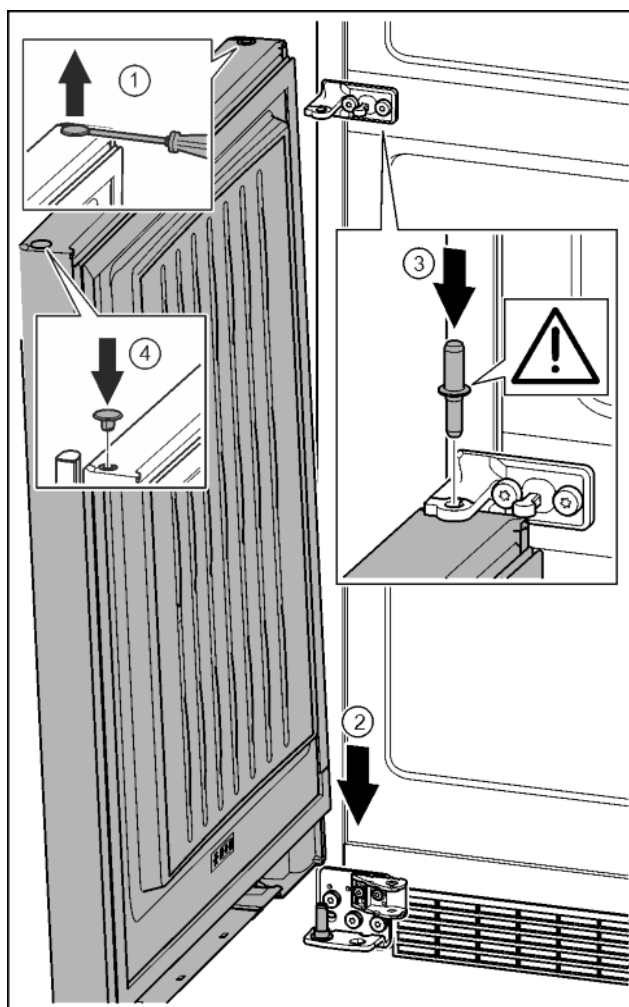

Fig. 36
- ▶ Stopfen vorsichtig mit einem Schlitzschraubendreher anheben und herausziehen. Fig. 36 (1)
- ▶ Tür von oben auf den unteren Lagerbolzen aufsetzen. Fig. 36 (2)
- ▶ Lagerbolzen Mitte durch Lagerbock Mitte in die untere Tür einsetzen. Dabei darauf achten, dass der Rastnocken nach hinten zeigt. Fig. 36 (3)
- ▶ Stopfen auf der anderen Türseite wieder einsetzen. Fig. 36 (4)